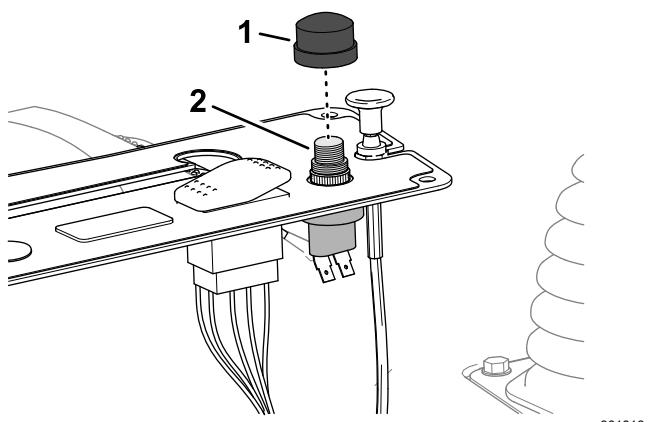

Bild 17
- 3. Schrauben Sie den Knopfschalter auf den Hupenschalter (**Bild 17**).